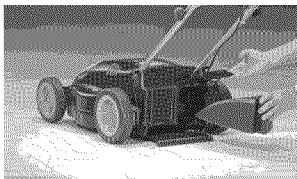

Figure 10 - Plaque de déchetage
3. Insérez la plaque de déchetage jusqu'à ce que l'extrémité soit à effleurement avec l'orifice de sortie (voir la Figure 10).
1. Soulevez le protecteur à charnières de la sortie à l'arrière de la tondeuse (voir la Figure 10).